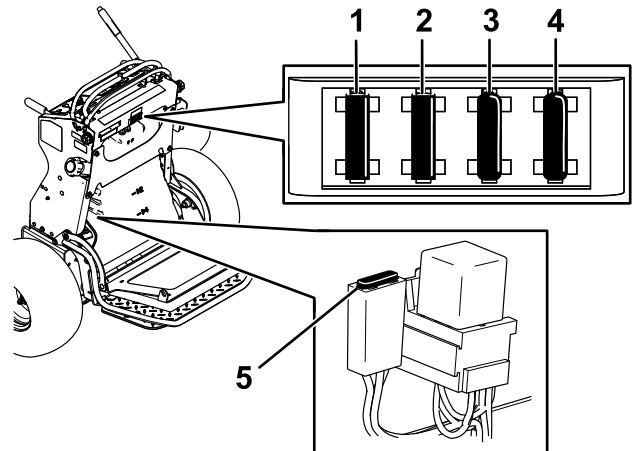

Figura 57
5. Retire el fusible y cámbielo (Figura 57).